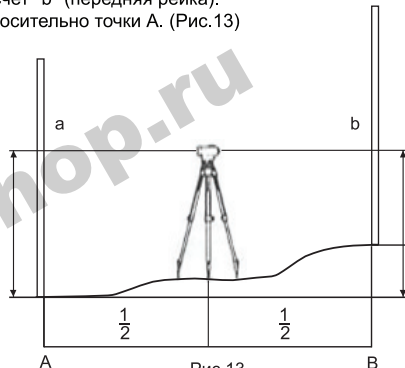

Рис.13
1) Установите прибор приблизительно посередине между точками А и В (Рис.13)
- 4) Разность отсчетов "a-b" является превышением "h" точки В относительно точки А. (Рис.13)